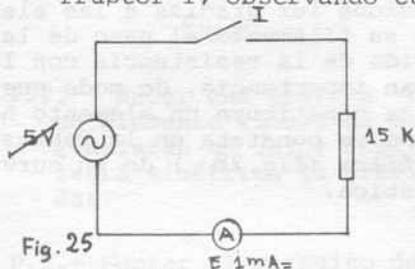

Fig.25
P.1.- Montar el circuito adjunto. (fig.25 ). Cerrar I ¿qué seña la el galvanómetro? Abrir y cerrar repetidamente el interruptor I, observando cuidadosamente la aguja del galvanómetro ¿qué sucede?.